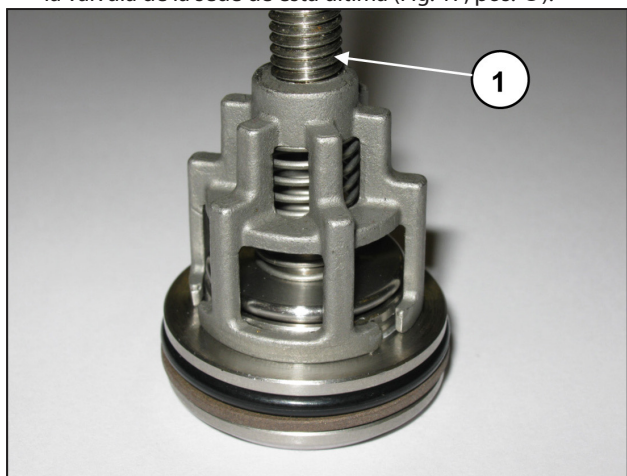

Fig. 17
- Desmontar los grupos de válvula de aspiración y envío atornillando un tornillo M10 lo suficientemente largo de modo de poder actuar sobre el platillo y extraer la guía de la válvula de la sede de esta última (Fig. 17, pos. ①).